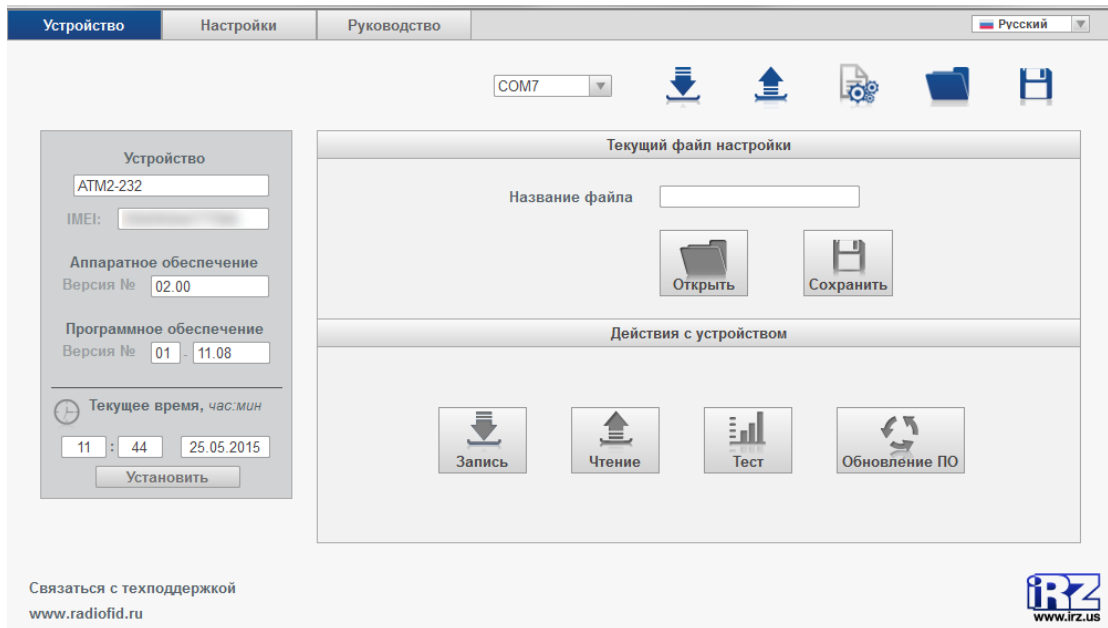

Рис. 3.8 Программа ATM Control — информация об устройстве
3. С помощью кнопок извлечения SIM-лотков выньте из модема оба SIM-лотка. Модем перейдет в сервисный режим, при этом в программе ATM Control отобразится информация о модеме — название, IMEI, версии программного и аппаратного обеспечения и текущее время устройства (см. Рис. 3.8).